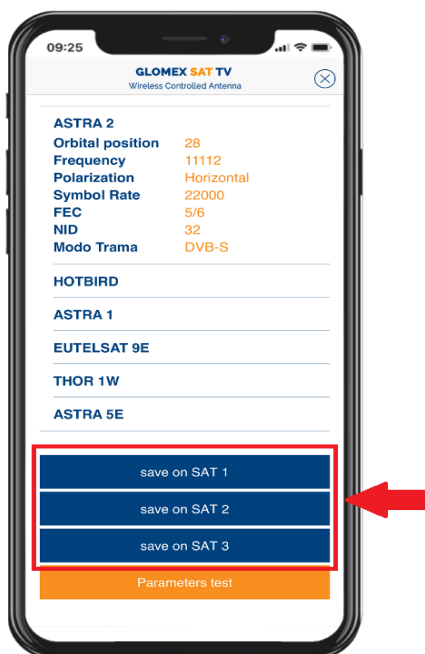

Fig. 29
- 1) placer le satellite sélectionné dans l'une des trois positions de l'unité de contrôle (Fig. 29).